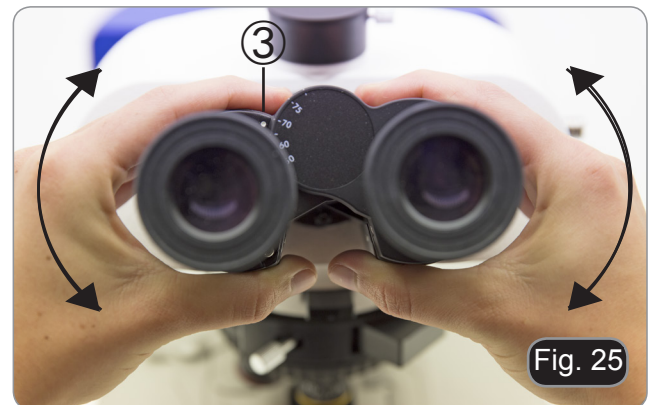

Fig. 25
- **A escala graduada no indicador de distância interpupilar ③, indicada pelo ponto “.” no suporte da ocular, mostra a distância interpupilar do operador. (Fig. 25)**
Baixe as oculares de borracha com ambas as mãos. A presença dos piscas rebaixados evita arranhar as lentes dos óculos. (Fig. 25)